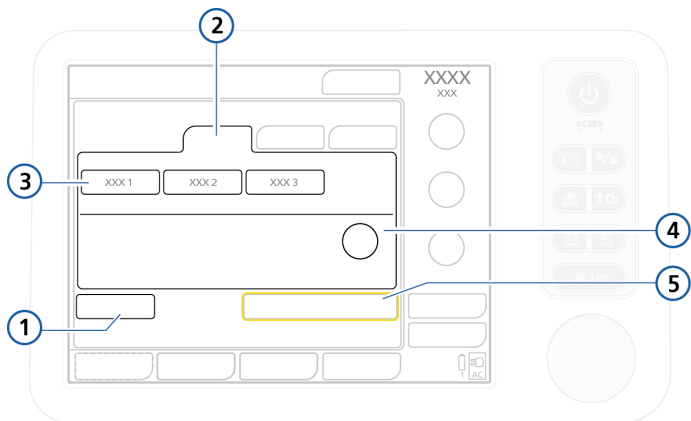

图 4-3. 病人设置 / 待机窗口 (新生儿)
- **新生儿**。针对新生儿病人（图 4-3）。欲获取年龄和体重范围，请参阅表 4-1。